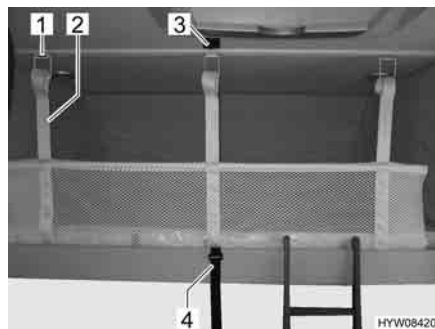

Fig. 101 Letto basculante con rete protettiva montata
- Staccare la cintura di ritegno (Fig. 101,4).
- Staccare le cinture di ritegno (Fig. 101,2) e sistemare la rete protettiva sotto il materasso.
- Assicurare il letto basculante al soffitto (Fig. 101,3) mediante la cintura di ritegno (Fig. 101,4).
- Agganciare le cinture di ritegno (Fig. 101,2) ai ganci (Fig. 101,1) del soffitto.